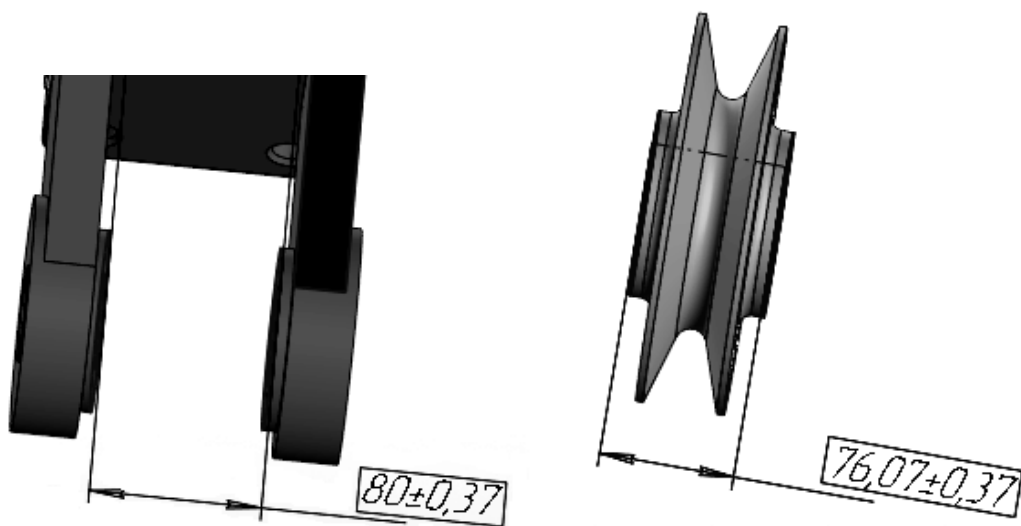

Рисунок 4.6 – Выполнение команды Линейный размер
*Ролик* нужно расположить точно между проушинами *вилки*. Нажмите кнопку **Линейный размер** и проверьте соответствующие параметры деталей (рисунок 4.6).